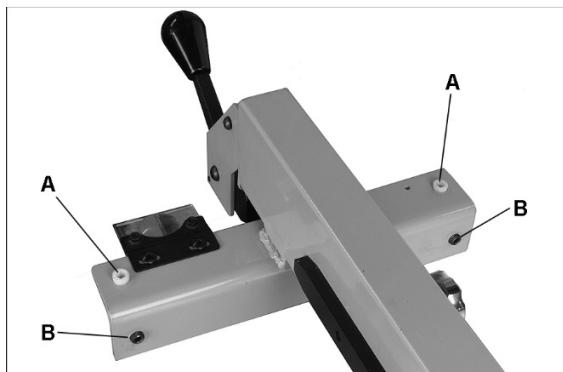

Рис. 16: задние регулировочные винты
- С помощью поставляемого в комплекте 8 мм шестигранного ключа поверните два нейлоновых регулировочных винта (см. Рис. 16, А) на одинаковое количество оборотов для того, чтобы поднять или опустить упор по отношению к держателю упора. Крутите винты по часовой стрелке, чтобы поднять упор, против часовой стрелки – чтобы опустить.
- Если требуется регулировка, закрутите один из задних регулировочных винтов (см. Рис. 16, В) для того, чтобы выставить держатель упора вровень с угловым пазом.
Степень прижатия упора к направляющим рельсам может регулироваться путем вращения двух задних винтов (см. Рис. 16, В). Крутите оба винта одинаково (по часовой стрелке для затяжки) с помощью шестигранного ключа.